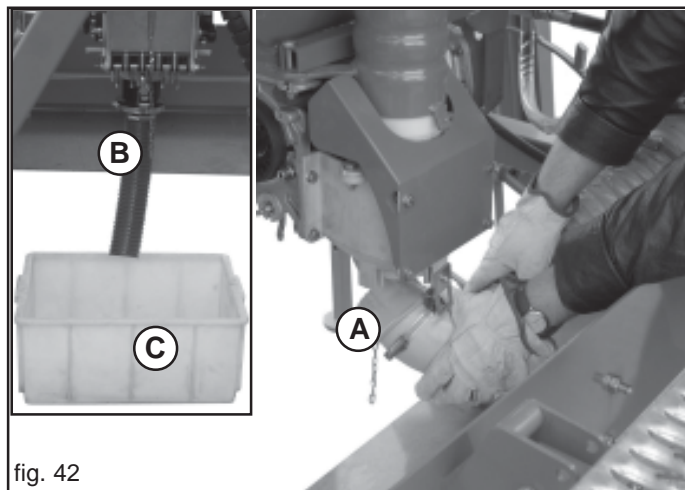

fig. 42
- 2) Retirer la courbe placée sous le canal de l'injecteur (A, Fig. 42), desserrer le dispositif de fermeture rapide.
- 3) Raccorder à sa place le tube de récolte fourni en dotation (B, Fig. 42) et à l'autre extrémité du tube, placer un bac de récolte (C, Fig. 42).